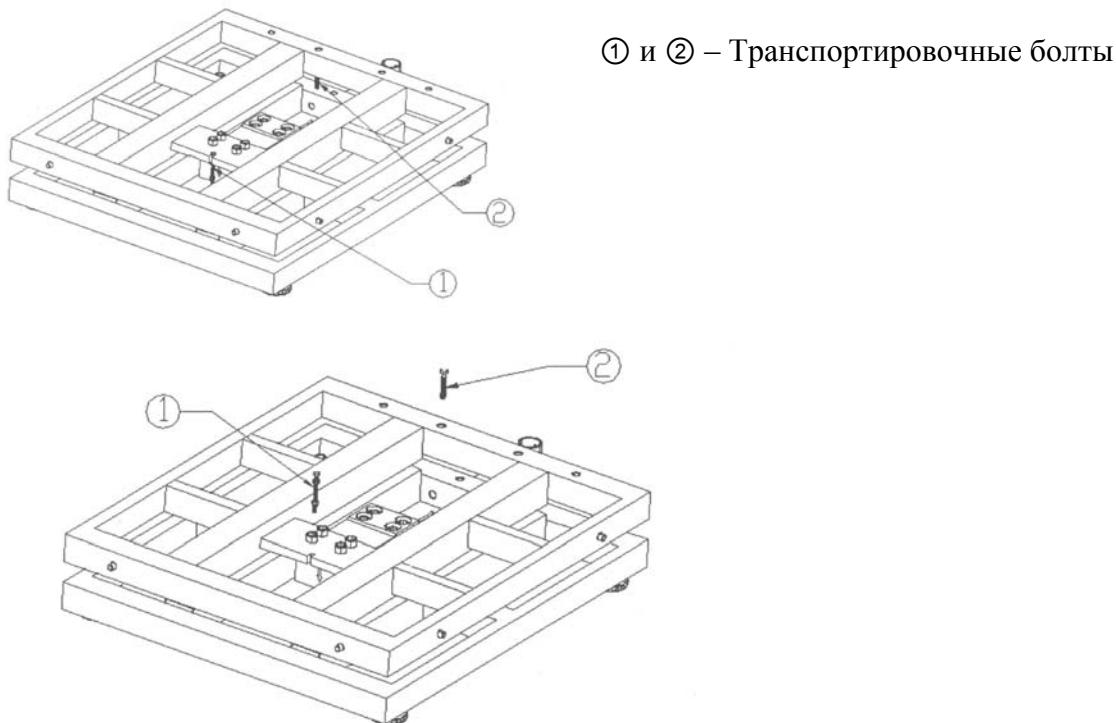

Рисунок 5.1 – Расположение транспортировочных болтов
- Выверните транспортировочные болты, используя шестигранный ключ (5 мм) и плоскогубцы (см. рисунок 5.1).